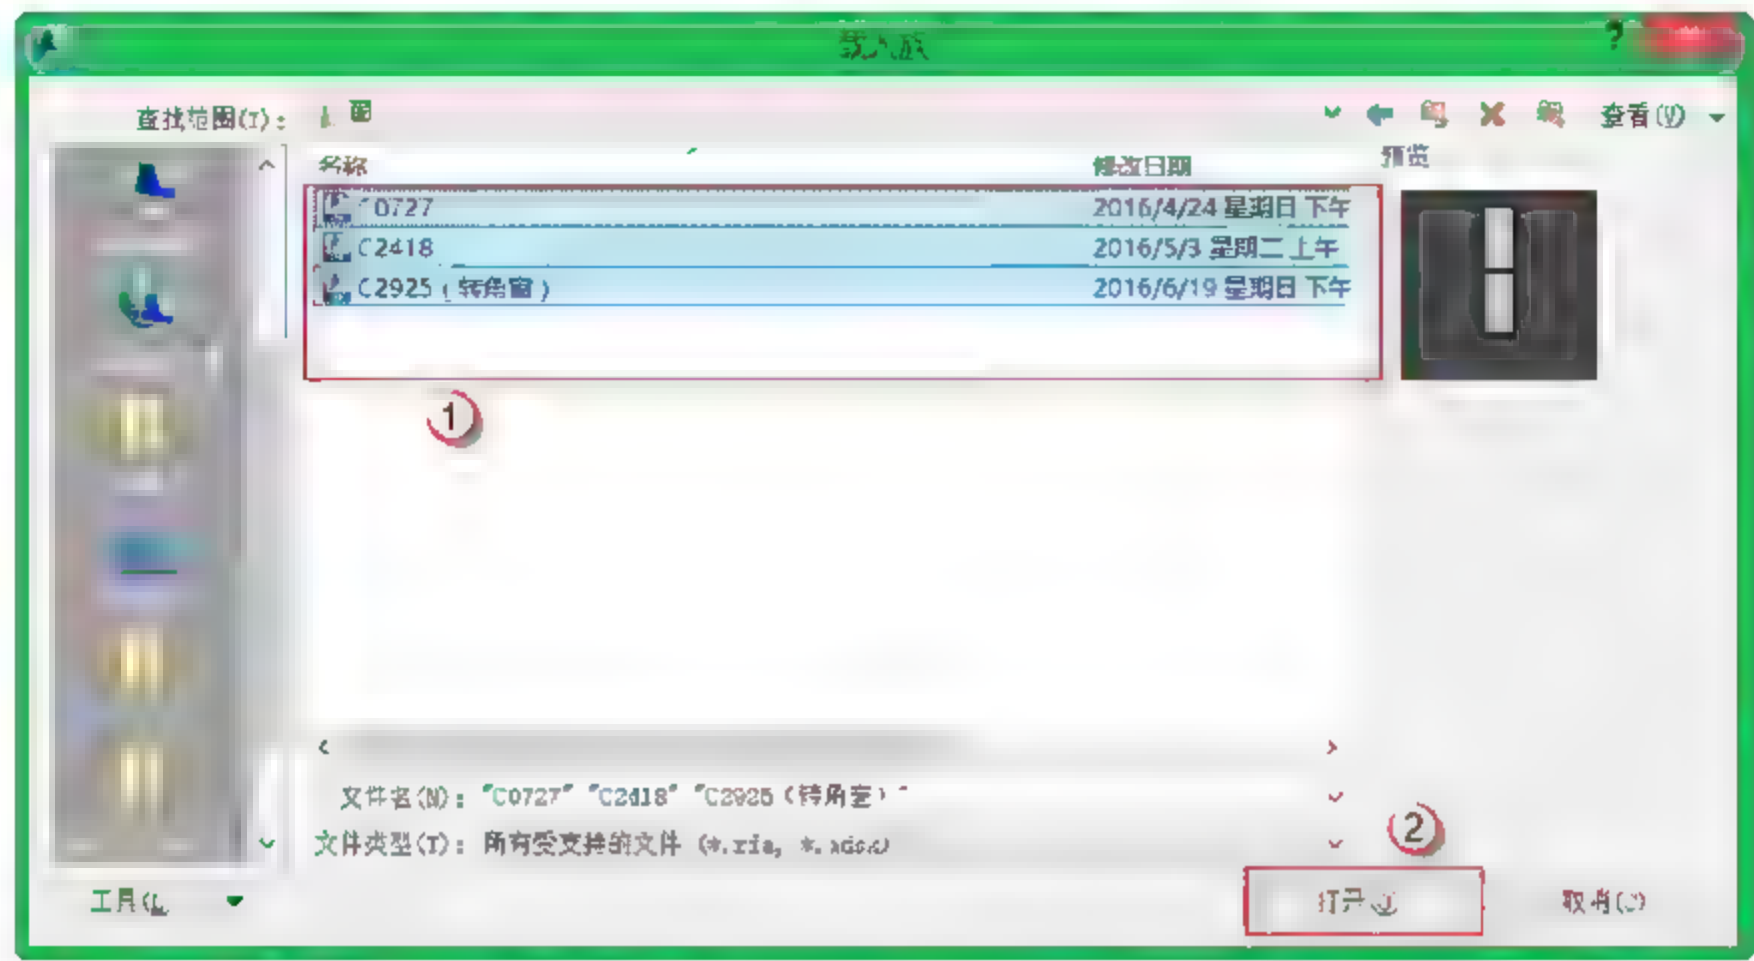

图 10.4.34 载入窗族
(1) 载入窗族。选择“插入”→“载入族”命令，在弹出的对话框中找到对应的“窗族”文件位置，按 Ctrl++ 键，选中所有的“窗族”，单击“打开”按钮，如图 10.4.34 所示。